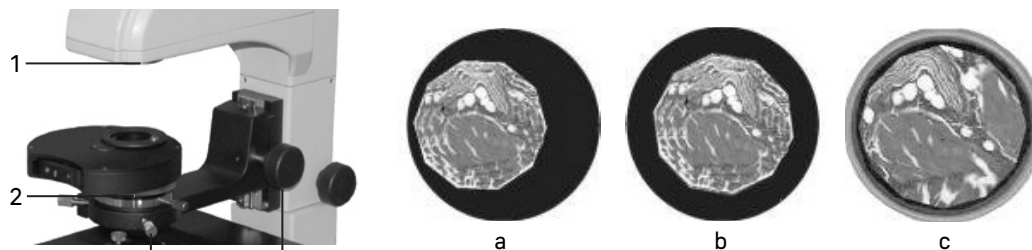

Рис. 14. Настройка освещения по Кёлеру
- Раскройте апертурную диафрагму **2** и закройте полевую диафрагму **1**. В поле зрения будет видно светлое пятно с изображением краев диафрагмы, как показано на рис. 14.
- Если светлое пятно смещено относительно центра поля зрения, как показано на рис. 14а, отрегулируйте положение апертурной диафрагмы с помощью центрировочных винтов 3 так, чтобы центр апертурной диафрагмы совпал с центром поля зрения, как показано на рис. 14б.
- Раскройте полевую диафрагму, чтобы изображение образца заполнило поле зрения, как показано на рис. 14с.